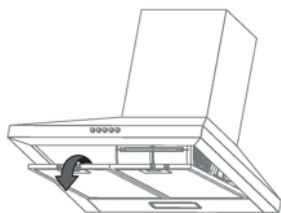

fig.17
2. Para instalar el nuevo filtro de carbón retire las rejillas de aluminio (fig. 17)